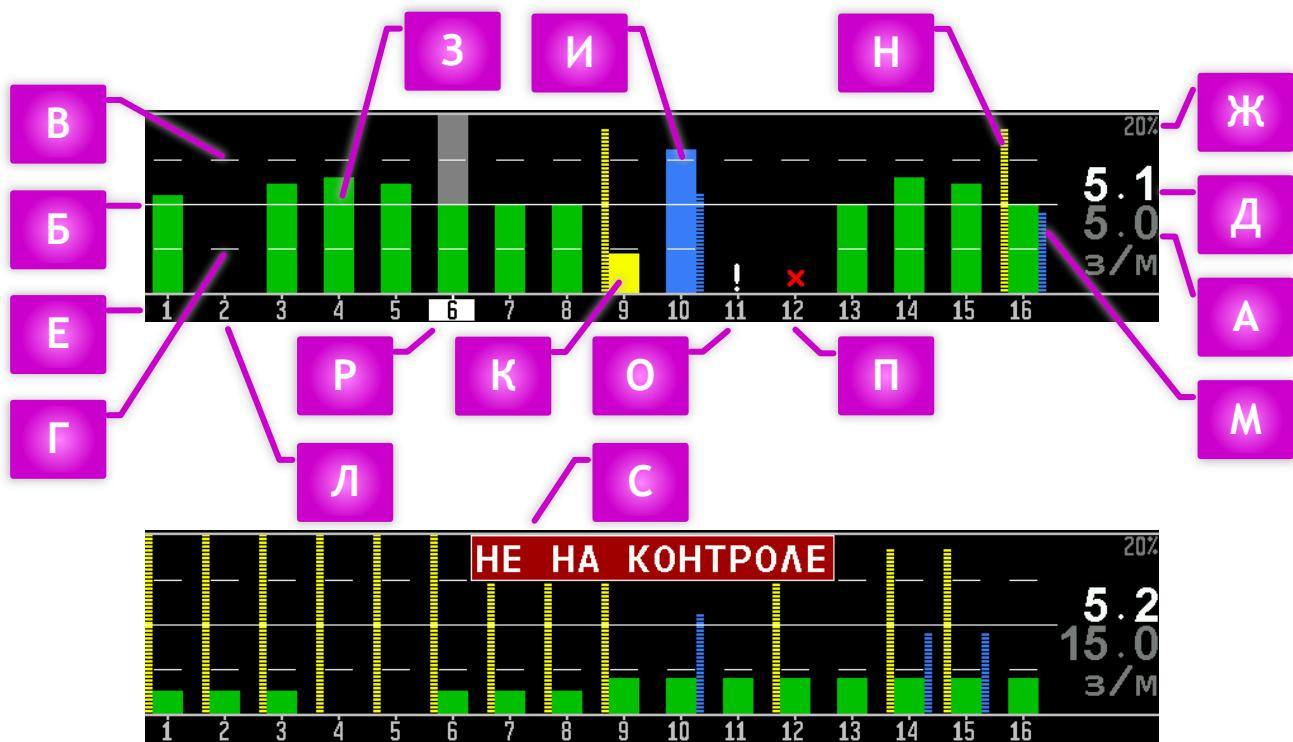

Рисунок 5 *ДИАГРАММА КОНТРОЛЯ ВЫСЕВА В РЕЖИМЕ КОНТРОЛЯ «Точный»*
Для режима контроля «Точный» диаграмма состоит из следующих элементов (см. «Рисунок 5»):
[Ж] Показывает заданное значение параметра «Масштаб ПиД, %» (масштаб пропусков и двойников) из меню настроек «Параметры диаграммы» (см. пункт 4.8.2.3). Высота столбиков пропусков (см. «Рисунок 5» [Н]) и двойников (см. «Рисунок 5» [М]) пропорциональна их текущему уровню в заданном масштабе.
- Зеленым цветом (см. «Рисунок 5» [З]), если поток семян в пределах допустимого отклонения от заданной нормы (нормальное состояние).
- Синим цветом (см. «Рисунок 5» [И]), если поток семян больше максимального допустимого отклонения от заданной нормы (аварийное состояние).
- Желтым цветом (см. «Рисунок 5» [К]), если поток семян меньше минимального допустимого отклонения от заданной нормы (аварийное состояние).
[M] Синий пунктирный столбик диаграммы показывает уровень двойников по данному сошнику (на рисунке - по шестнадцатому). Высота столбика пропорциональна текущему уровню двойников в заданном масштабе (см. «Рисунок 5» [Ж]).
[H] Желтый пунктирный столбик диаграммы показывает уровень пропусков по данному сошнику (на рисунке - по шестнадцатому). Высота столбика пропорциональна текущему уровню пропусков в заданном масштабе (см. «Рисунок 5» [Ж]).
2. Отсутствует контроль двойников и пропусков. Также отсутствует связанное с ними отображение параметра «Масштаб ПиД, %» (см. «Рисунок 5» [Ж]).